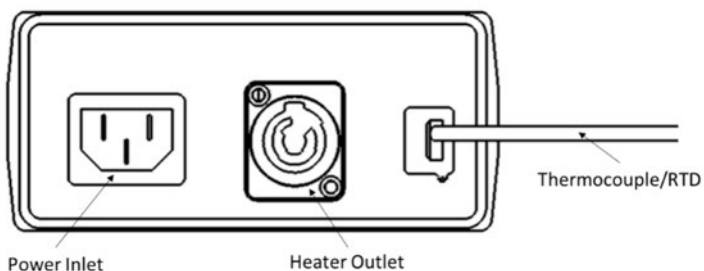

Figure 1
3. Das Netzkabel an die Netzanschlussbuchse des Reglers anschließen (siehe Abbildung 1).
8. Das Netzkabel des Heizgeräts an die Netzanschlussbuchse des Heizgeräts anschließen (siehe Abbildung 1). Für 240V Modelle mit dem Heizgerät-Stromanschluss, siehe Installationsvorgang des Stromanschlusses auf Seite 44.